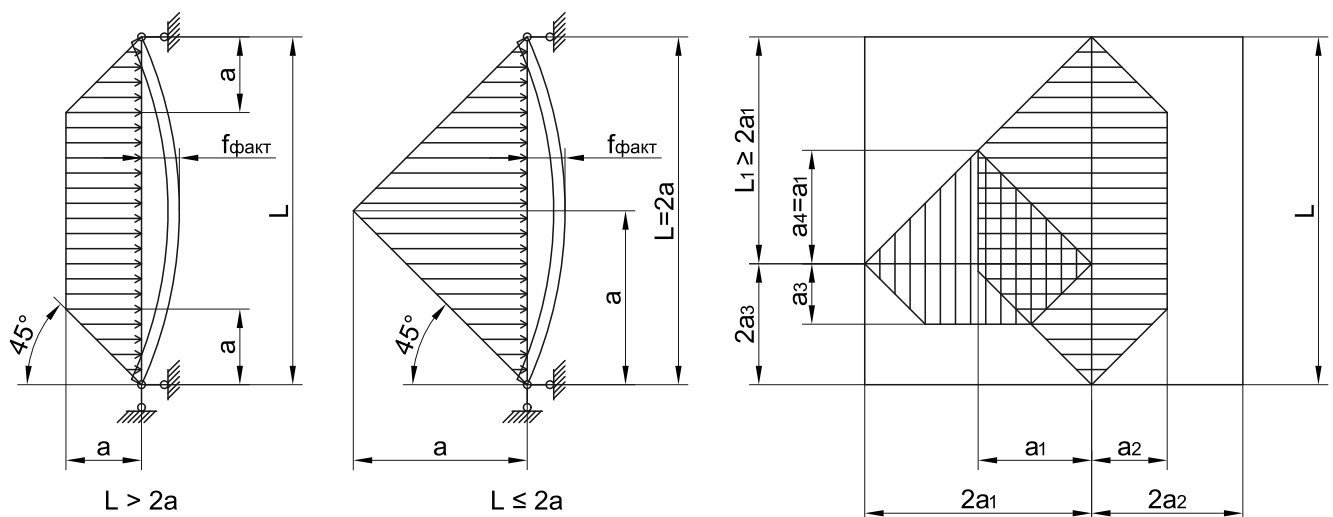

Рис. 2
При закреплении конструкции в проеме здания по периметру рамы с шагом между точками крепления не более 700 мм, рамные элементы, непосредственно соединенные с несущими конструкциями здания, не требуют расчета. В этом случае стойки (импосты) рассчитываются для трапецевидного или треугольного нагружения (рис. 2).
горизонтальный ригель (импост) представлена на рис. 2. Расчет моментов инерции производится по формулам (7), (8) для ширины распределения ветровой нагрузки a_3 , a_4 соответственно.